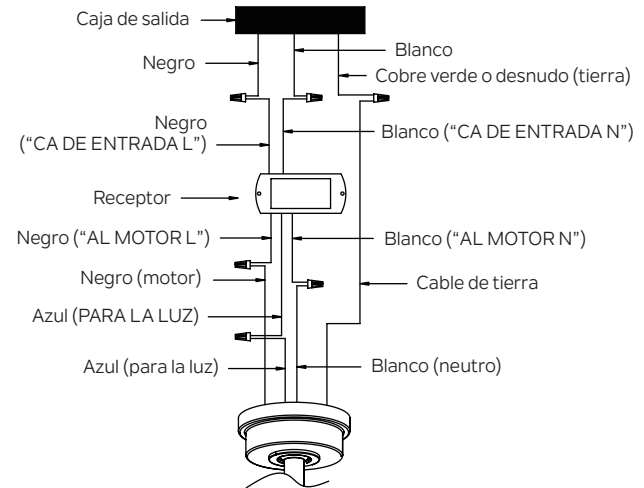

Figura 17
Paso 2. Conexiones eléctricas del motor al receptor: Conecte el cable NEGRO del ventilador al cable NEGRO marcado "AL MOTOR L" del receptor. Conecte el cable BLANCO del ventilador al cable BLANCO marcado "AL MOTOR N" del receptor. Conecte el cable AZUL del ventilador al cable AZUL marcado "PARA LA LUZ" del receptor. Fije todas las conexiones de cables con los conectores de cable de plástico provistos. (Figura 17)
Paso 3. Conexiones eléctricas del receptor remoto a la caja de salida: Conecte el cable NEGRO (vivo) del techo al cable NEGRO marcado "CA DE ENTRADA L" del receptor. Conecte el cable BLANCO (neutro) del techo al cable BLANCO marcado "CA DE ENTRADA N" del receptor. Fije todas las conexiones de cables con los conectores de cable de plástico provistos. (Figura 17)
Paso 4. Si su caja de salida tiene un cable de tierra (de cobre verde o desnudo) conéctelo a los cables de tierra del ventilador. De lo contrario, conecte el cable de tierra del ventilador al soporte de montaje. Fije la conexión del cable con una tuerca de plástico proporcionada. Después de conectar los cables, sepárelos de modo que los cables verde y blanco estén en un lado de la caja de salida y los cables negro y azul en el otro lado. (Figura 17)